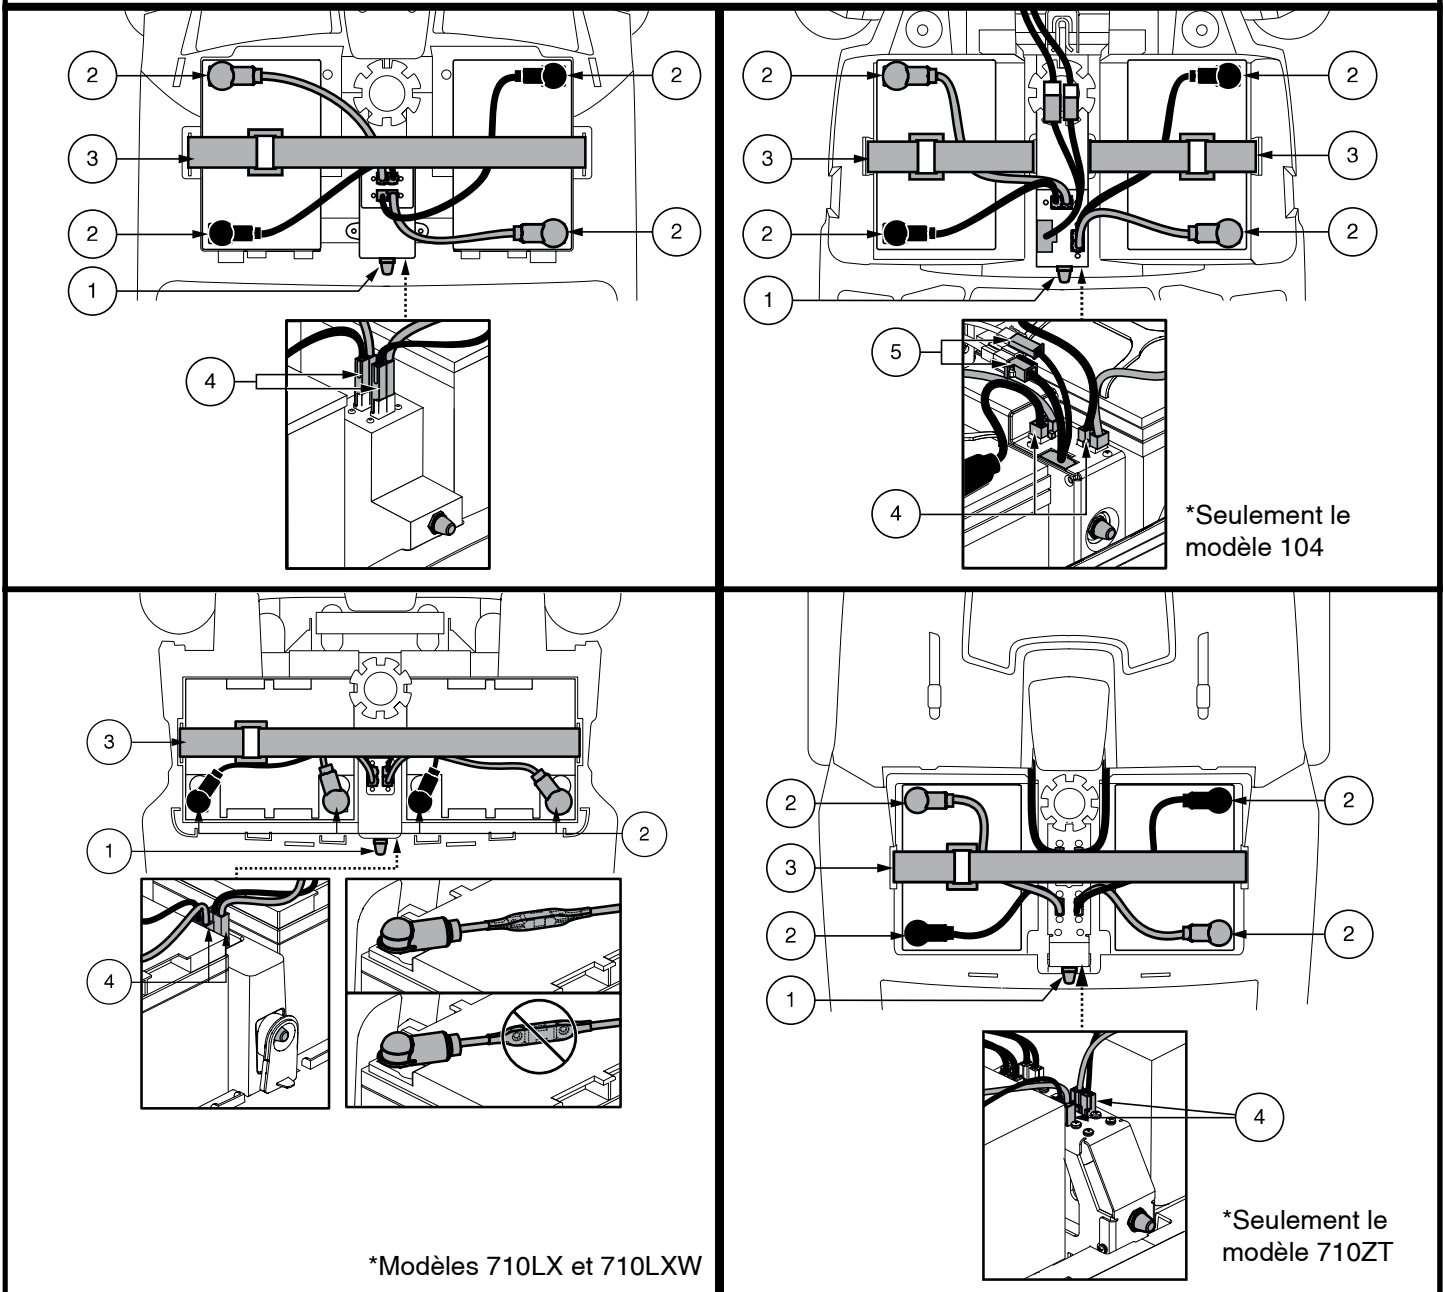

Figure 16. Enlèvement/installation des batteries et connexions
2. Détachez les courroies des batteries. Voir la figure 16.
3. Débranchez les batteries en appuyant sur les languettes des connecteurs du faisceau de la batterie et en les tirants vers le haut. Voir la figure 16.
6. Placez une nouvelle batterie dans chaque puits. Pour les modèles 710LX et 710LXW, dirigez les bornes de batterie de chaque batterie vers l'arrière. Pour tous les autres modèles, placez les bornes de batterie de chaque batterie l'une en face de l'autre et vers les côtés extérieurs du scooter. Voir la figure 16.